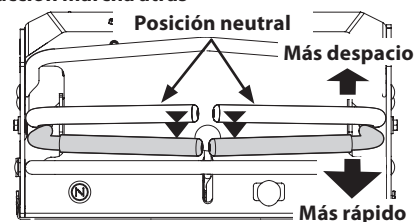

Fig. 12
1. Mueva las dos palancas de control lenta y suavemente hacia atrás. La cortadora de césped comenzará a desplazarse hacia atrás (Fig. 12).